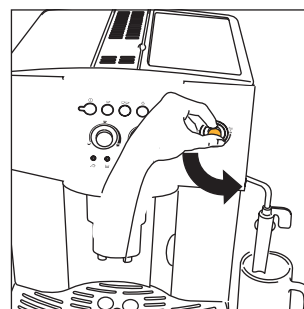
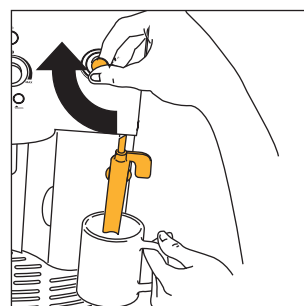
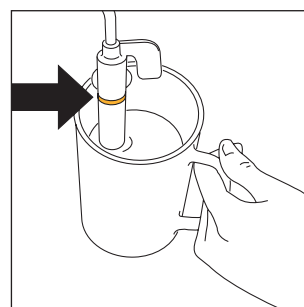

Fig. 5
Fig. 23
Fig. 24
3. **IMMEDIATAMENTE DOPO, ENTRO MASSIMO 30 SECONDI** ruotare la manopola vapore in senso antiorario fino a fine corsa (fig.5) (è normale che la macchina diventi rumorosa).
- Ruotare la manopola vapore di mezzo giro in senso antiorario fino a fine corsa (fig. 5): l'acqua calda esce dal cappuccinatore e comincia a riempire il contenitore sottostante.
- **Subito dopo, entro massimo due minuti** (altrimenti la macchina ritorna automaticamente alla funzione caffè), immergere il cappuccinatore nel contenitore contenente il latte (fig. 23) facendo attenzione a non immergere la linea in rilievo sul cappuccinatore stesso (indicato dalla freccia di fig. 24). Ruotare la manopola vapore di mezzo giro in senso antiorario fino a fine corsa (fig. 5). (*Attenzione a non scottarsi*). Dal cappuccinatore esce il vapore che fa assumere un aspetto cremoso al latte e ne aumenta il volume. Per ottenere una schiuma più cremosa, immergere il cappuccinatore nel latte e far ruotare il contenitore con lenti movimenti dal basso verso l'alto. (Si consiglia di erogare vapore per non più di 2 minuti di seguito).
- Far defluire un po' di acqua o vapore per qualche secondo ruotando la manopola vapore in senso antiorario fino a fine corsa (fig. 5). Con questa operazione, il tubo vapore scarica l'eventuale latte che può essere rimasto al suo interno. **IMPORTANTE:** Per motivi di igiene si raccomanda di fare sempre questa operazione in modo da evitare che il latte ristagni nei circuiti interni del cappuccinatore.